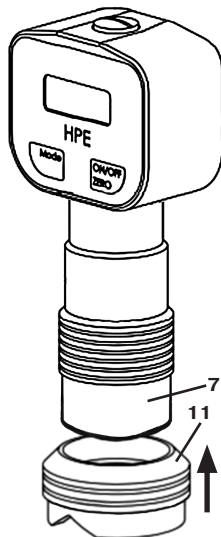

Рис. 5. Сборка призмы.
1. Протолкните призму (11, рис.5) на корпус (7, рис.5).